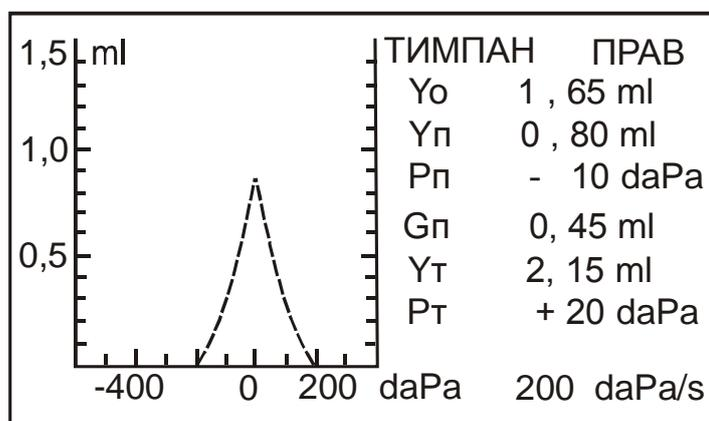

Рис. 8 Пример тимпанограммы
- Запомните полученную тимпанограмму нажатием кнопки ЗАПИСЬ. Пример тимпанограммы приведён на рис. 8.